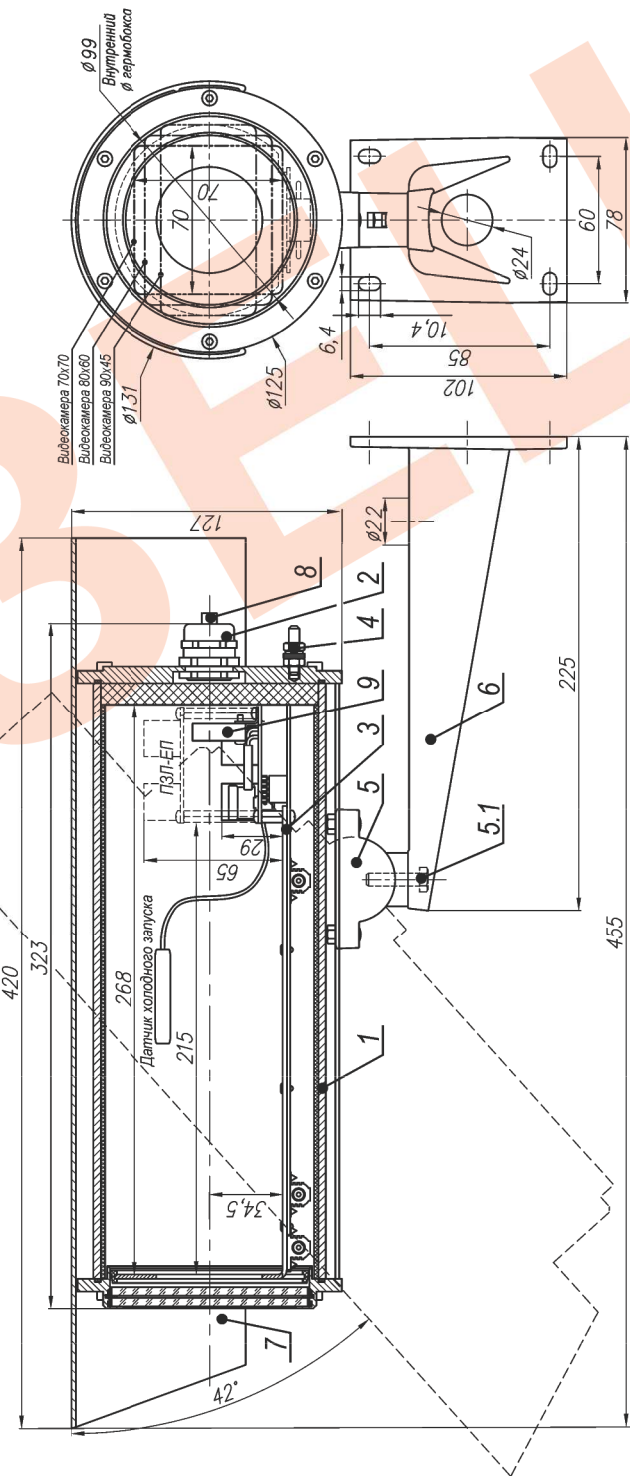

Рис.1 Состав и габаритно-установочные размеры ТГБ-7 PoE+ исп.1
2. Выдвинуть модуль видеокамеры (поз.3 рис.1) из кожуха.
4. Закрепить датчик холодного запуска (рис.1) на верхней поверхности корпуса видеокамеры с помощью площадки самоклеящейся и стяжки нейлоновой.
10. Ослабив болт фиксации шарнира (поз.5.1 рис.1), установить гермобокс на нужное направление обзора, после чего надёжно зафиксировать шарнир затянув болт.
11. Заземлить гермобокс с помощью болта заземления (поз.4 рис.1).
11. Габаритные размеры см. рис.1
В состав изделия входят (см. рис.1):